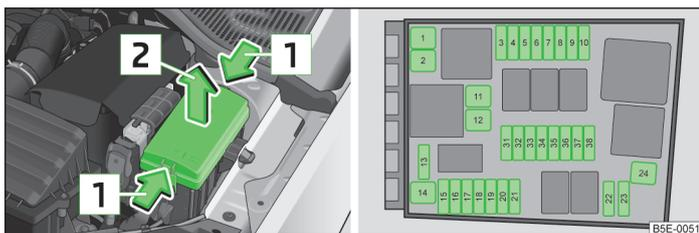

Abb. 218 Abdeckung des Sicherungskastens im Motorraum / schematische Darstellung des Sicherungskastens
- Die Verriegelungstasten der Abdeckung gleichzeitig in Pfeilrichtung zusammendrücken » Abb. 218.